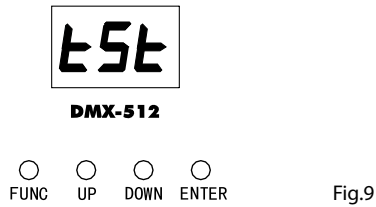

Fig.9
- Per poter entrare nella modalità Testing, premere il tasto FUNC fino a quando sul display non appare [t5t] (fig.9).